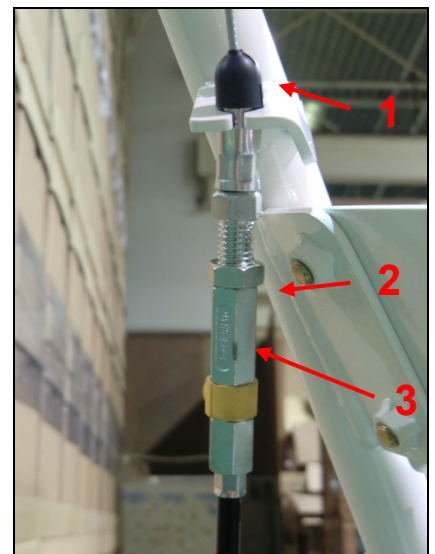

Figure 13
- Si les lames ne s'arre^tent pas lorsque le levier des lames est rela^che', ajuster la tension du ca^ble (1, fig 13) comme suit :